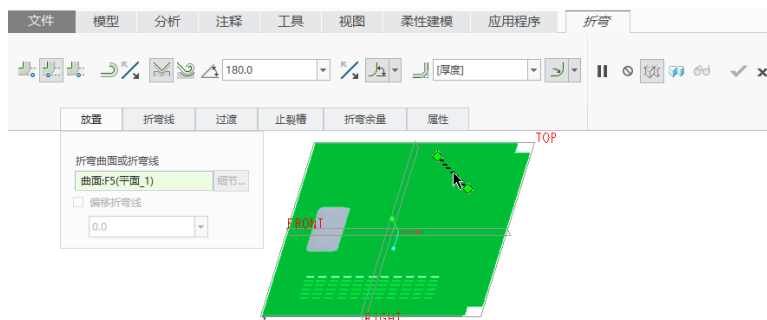

图 6-43 指定折弯曲面或折弯线
(1) 在功能区“模型”选项卡的“折弯”组中单击  (折弯) 按钮, 打开“折弯”选项卡。
(2) 在“折弯”选项卡中单击  (折弯线另一侧的材料) 按钮和  (角度折弯) 按钮, 在  (折弯角度) 下拉列表框中输入“180”, 确保选择  (标注折弯的内侧曲面) 图标选项。
(3) 在“折弯”选项卡中打开“放置”面板, 在侧板钣金件中单击图 6-43 所示的钣金曲面。